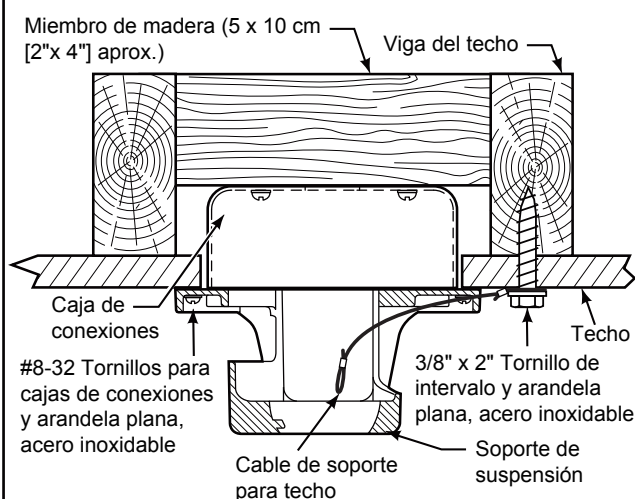

Figura 3
Uso del soporte (Figura 3)
3. Afloje los dos tornillos de fijación del soporte del barral de soporte para techo a través de la varilla. Introduzca los cables de color marrón, azul, rojo, gris, amarillo cables y cable de seguridad a través de la varilla. (Figura 3)
1. Fije adecuadamente el soporte colgante a la caja de empalme del techo que sea aceptable para el soporte del techo. Usando los tornillos de la caja de salida #8-32 y las arandelas planas suministrado con el ventilador. (Figura 3)
- ☐ **2.** Perfore un orificio de 1/4" en la estructura del edificio para evitar grietas con la instalación del tornillo de intervalo. Utilice el tornillo de intervalo de 3/8"x2" y la arandela plana para fijar el cable de seguridad a la viga del techo o a la estructura de madera. Dicho tornillo pasará a través de arandela plana, la presilla del cable de seguridad y se fijará en la estructura del edificio. (Figura 3)
NOTA: el cable de soporte para techo no se puede asegurar solamente a la caja de conexiones; se debe asegurar directamente a la viga de techo o miembro estructural con el tornillo de cabeza cuadrada de 3/8"x2" y la arandela plana. (Figura 3)
2. Deslice el receptor en el soporte de suspensión antes de realizar el cableado como se muestra en la figura 3.